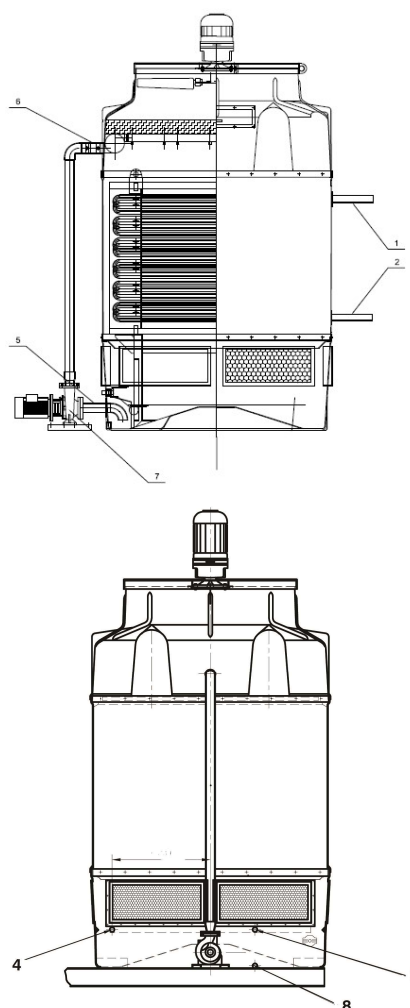

Fig. 21
- a.1) Connection of the primary circuit. Inlet pipe (fig 21/1) and outlet pipe (Fig 21/2).
- b) Connection of the overflow pipe (Fig 21/3).
- c) Connection of the make-up fresh water pipe of the float valve (Fig 21/4).
- d) Connection of the secondary circuit: Connect the secondary circuit pipe to the pump flange (Fig 21/5) and to the water distribution system (Fig 21/6).
- e) Connection of the pump to the outlet pipe from the collecting basin (Fig 21/7).
- h) Connection of the drainpipe (Fig 21/8).
- a.1) Raccordement du circuit primaire: tuyauterie d'entrée (fig. 21/1) et tuyauterie de sortie (fig. 21/2).
- b) Raccordement de la tuyauterie de "trop plein" (fig. 21/3).
- c) Raccordement de la tuyauterie d'eau d'appoint de la vanne à flotteur (fig. 21/4).
- d) Raccordement du circuit secondaire: raccorder la tuyauterie du circuit secondaire à la bride de la pompe (fig. 21/5) et au distributeur d'eau (fig. 21/6).
- e) Raccordement de la pompe à la tuyauterie de sortie de l'eau du bassin (fig. 21/7).
- h) Raccordement de la tuyauterie de vidange (fig. 21/8).
- a.1) Conexión del circuito primario: Tubería de entrada (fig. 21/1) y tubería de salida (fig 21/2).
- b) Conexión de la tubería de rebosadero (fig 21/3).
- c) Conexión de la tubería de agua de aporte de la válvula de flotador (fig. 21/4).
- d) Conexión del circuito secundario: Conectar la tubería del circuito secundario a la brida de la bomba (fig. 21/5) y al distribuidor de agua (fig. 21/6).
- e) Conexión de la bomba a la tubería de salida del agua de la bandeja (fig. 21/7).
- h) Conexionado de la tubería de drenaje (fig. 21/8).